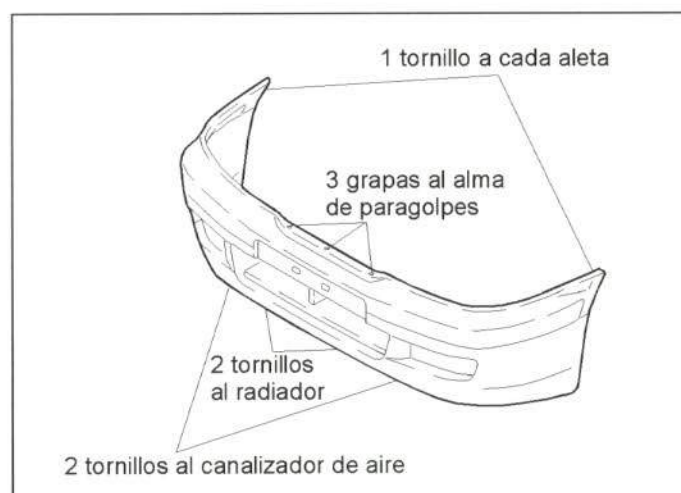

Figura 19.- Unión del paragolpes delantero
En la figura 19 se muestra la unión del paragolpes delantero con el resto de la carrocería.
- Envolvente del paragolpes (figura 19).